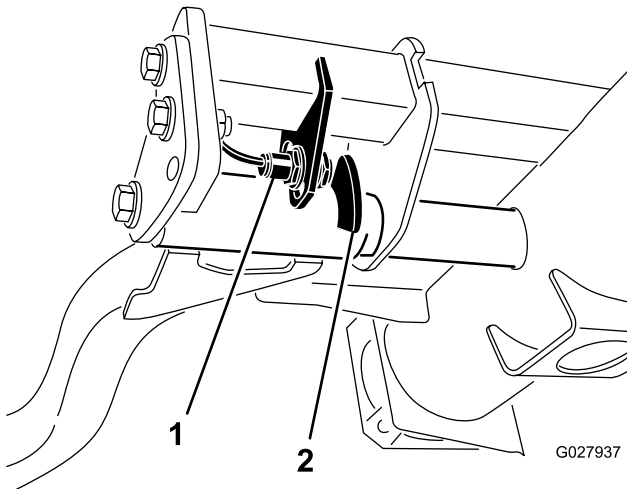

Bild 30
2. Der Hubarmschalter befindet sich unter dem Hydraulikbehälter hinter dem rechten vorderen Hubarm (Bild 30).
3. Lösen Sie die Befestigungsschrauben des Schalters (Bild 30) und schieben den Schalter nach unten, um die Wendehöhe des Hubarms zu erhöhen, oder schieben Sie den Schalter nach oben, um die Wendehöhe des Hubarms zu verringern.